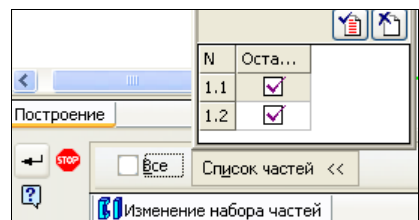

Рис. 28.8. Панель свойств с выбором частей тела
- ♦ вызовите команду **Вычесть компоненты** и укажите второй компонент. На Панели свойств нажмите кнопку **Создать объект**. Появилась вкладка **Изменение набора частей**, где по умолчанию включена опция **Все**. Части тела показываются в окне модели в виде фантомов. Если необходимо изменить набор частей, то снимите флажок. Появится список частей (рис. 28.8);